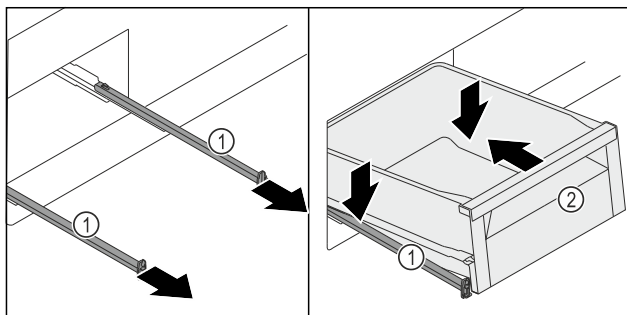

Fig. 124
- Izvucite vodilice Fig. 124 (1).
- Čvrsto držite vodilice Fig. 124 (1) i postavite ladicu Fig. 124 (2) ukoso sprijeda na vodilice Fig. 124 (1).
- Ladicu Fig. 124 (2) na vodilicama Fig. 124 (1) gurnite prema natrag do graničnika.